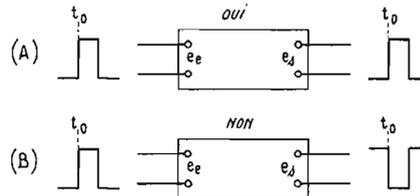
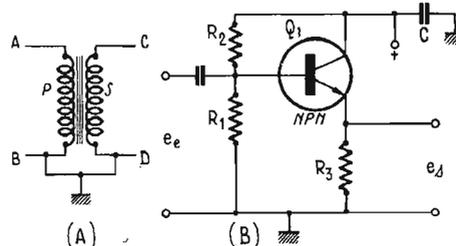
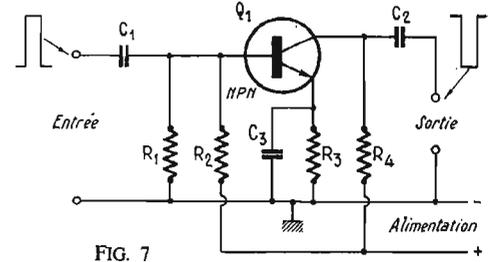

FIG. 5
FIG. 6
FIG. 7
être un circuit OUI si les enroulements AB et CD ne sont pas inversés et dans ce cas une impulsion de signe + par exemple à l'entrée donnera une impulsion de même signe à la sortie mais pouvant être de valeur différente si le rapport de transformation est autre que 1. La figure 6 A donne un exemple de montage de ce genre. Le transformateur est à enroulement bifilaire et il est bobiné avec deux fils en main dont les débuts sont aux points B et D (ou A et C). Le montage à transistor en collecteur commun (émettodyne ou émetteur « suiveur » ou « follower » en anglais) est un circuit OUI car il n'inverse pas.
La forme générale d'un montage NON est indiquée à la figure 5 (b)
Il va de soi que les deux montages (A) et (B) de la figure 5 recevant une impulsion négative, donneraient à la sortie, une impulsion négative (circuit OUI) et positive (circuit NON). Le transformateur idéal de la figure 6 (A) peut être réalisé en circuit NON en bobinant en bifilaire, donc dans le même sens les deux fils en commençant par les extrémités A et D (ou B et C), la masse étant toujours en B et D.
Un montage électronique NON est l'amplificateur **inverseur** à transistor monté en émetteur commun, comme celui de la figure 7. On sait qu'un montage de ce genre inverse et peut, pour des valeurs convenables des éléments, amplifier en tension. Rappelons que $R_1 - R_2$ est le diviseur de tension polarisant la base pour la conduction ; R_3 polarise l'émetteur, R_4 est la charge de collecteur.
doivent être prohibées, donc ne pas les utiliser à la place d'inversion. Désignons par montage EC celui de la figure 7 et par CC celui de la figure 6 (B). Montons en cascade n circuits CC et m circuits EC. Les n circuits CC (n quelconque, pair ou impair) n'inversent pas ; par contre les m circuits EC inversent si m est impair et n'inversent pas si m est pair, car chaque groupe de 2 circuits EC,